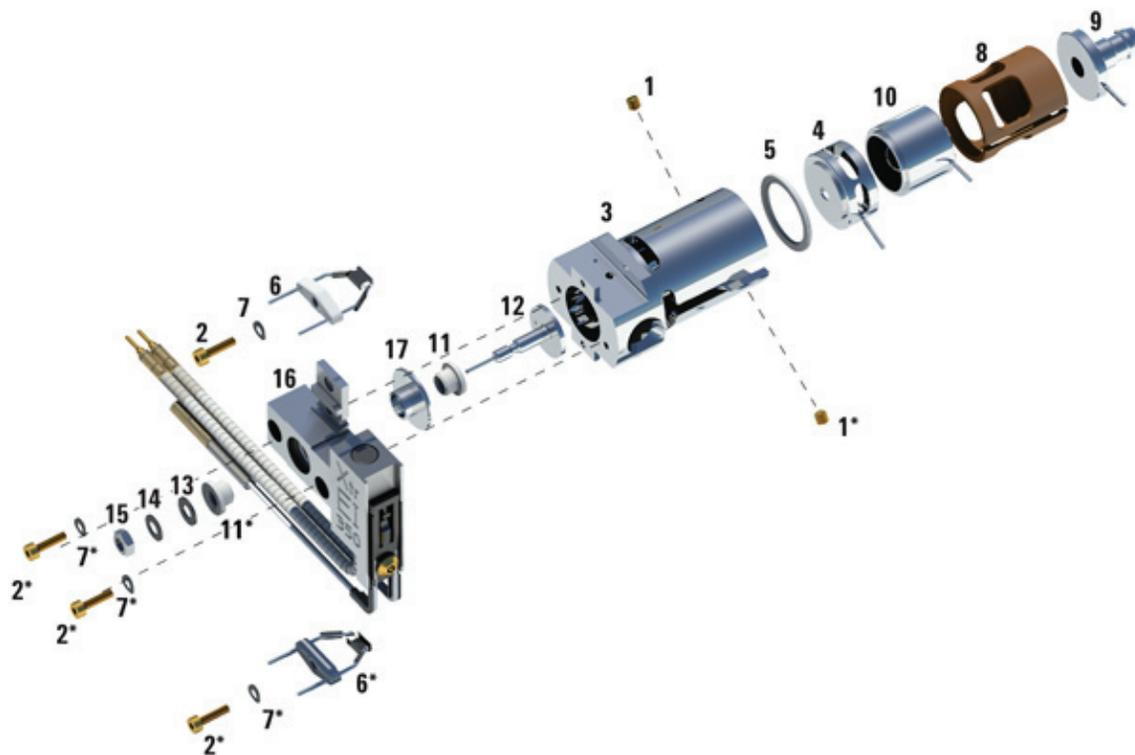

Figura 66. Montaje de la fuente El HydroInert
Consulte el plano de despiece y la lista de piezas de la fuente EI XTR a la hora de llevar a cabo este procedimiento. (Consulte la **Figura 66** y la **Tabla 23** en la página 223).
- 1 Monte la lente de enfoque iónico, la lente de entrada alargada y el aislante de las lentes. (Consulte la **Figura 66** y la **Tabla 23** en la página 223).
- 2 Sujete el aislante de la lente extractora a dicha lente e inserte el conjunto en el cuerpo de la fuente. (Consulte la **Figura 66** en la página 223).
Tabla 23 Lista de piezas de la fuente El HydroInert (Figura 66)
Tabla 23 Lista de piezas de la fuente EI HydroInert (Figura 66) (continuación)